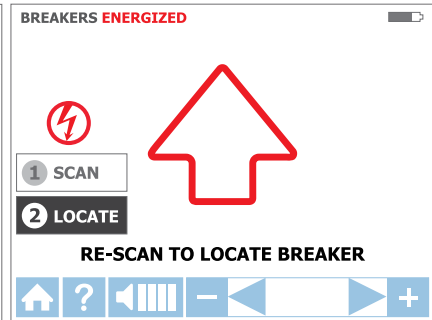
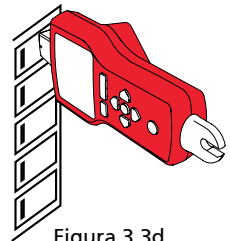

Figura 3.3c
Figura 3.3d
2. Realice una lectura de cada interruptor durante medio segundo tocándolo con el sensor de punta. Asegúrese de que la marca en el sensor de punta esté paralela al interruptor longitudinalmente (consulte la Figura 3.3d).
Paso 2 - ② UBICACIÓN:
1. Seleccione el modo LOCATE (UBICACIÓN) con las flechas direccionales para resaltar este modo de funcionamiento y presione el botón amarillo "ENTER (INTRO)". (Consulte la Figura 3.3c).
2. Vuelva a realizar una lectura de cada interruptor tocando cada uno con el sensor de punta durante medio segundo. La flecha roja activa indica el proceso de lectura (consulte la Figura 3.3c). Asegúrese de que la marca en el sensor de punta esté paralela al interruptor longitudinalmente (consulte la Figura 3.3d).